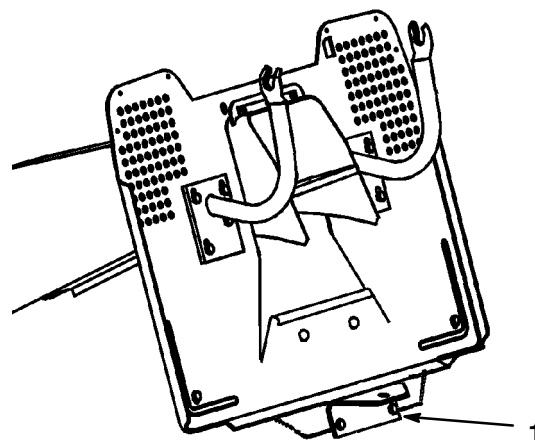

Figure 16
2. Fixer l'accessoire au crochet d'attelage prévu à l'arrière de la tondeuse (Fig. 16).